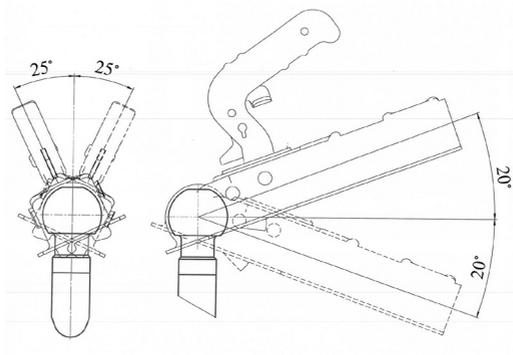

Рис.1
2.8 Угол отклонения сцепной головки не должен превышать по вертикали $\pm 25^\circ$ и по горизонтали $\pm 20^\circ$ (рис. 1) **Превышение угла отклонения влечет за собой перегрузку деталей. В этом случае безопасность не гарантируется.**